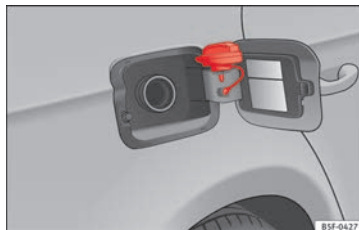

Fig. 59 Trappe à carburant avec bouchon fermé.
- Placez le bouchon dans le logement se trouvant sur la charnière de la trappe à carburant ouverte » » **fig. 59**.